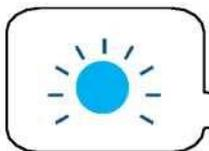

Fig.5
- La LED bleue du chauffage commence à clignoter Fig.5